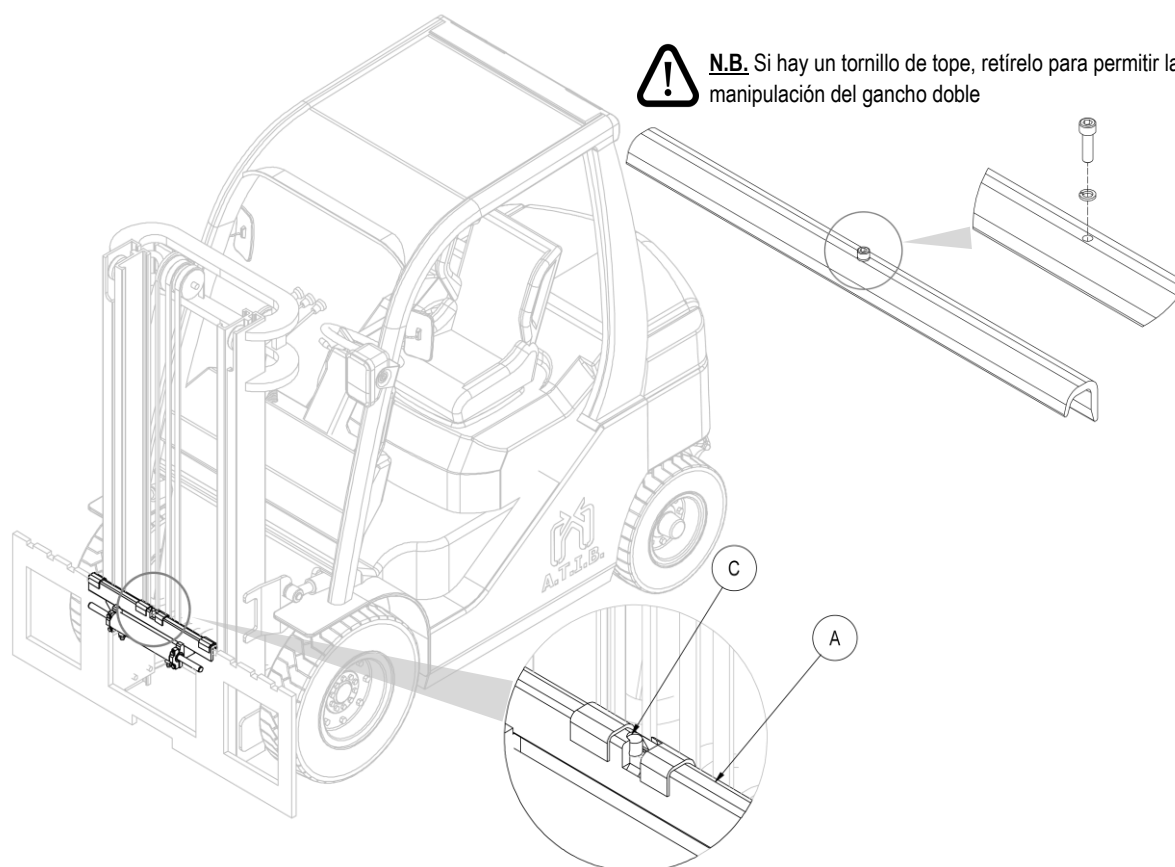

Figura 6
4. Tomar manualmente el doble gancho **A** (con las correspondientes deslizaderas), y posicionarlo sobre el perfil superior de la placa porta horquillas, cuidando de encajar el pivote de centrado **C** en la muesca central del mismo (mira *Figura 6*).